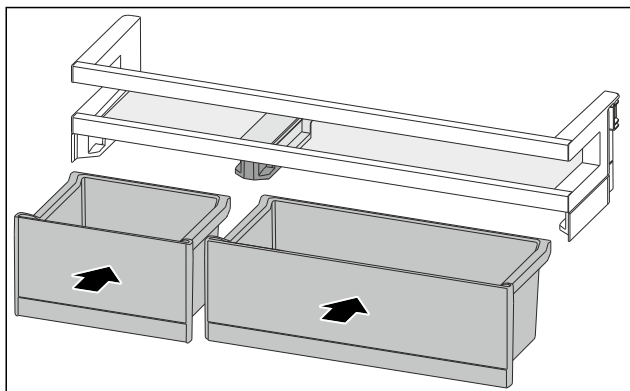

Fig. 191
- Inserire i VarioBox in posizione scambiata. (vedere Fig. 191)